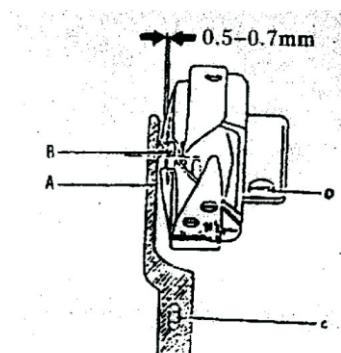

图 5
4、旋梭的装卸与固定，完成以上1、2、3项调整后，应将旋梭可靠固定(见图5)螺钉D，然后装上旋梭定位勾A，旋紧定位勾螺钉C。注意旋梭中心应于机针中心相同，并且应保持间隙(图中黑箭头所标) 0.5-0.7毫米。取下旋梭时，先将机针升到最高位置。卸下针板取出梭心套，旋下定位勾紧定螺钉C，取下定位勾A，放松旋梭紧定螺钉D，即可取下旋梭。安装过程是上述拆卸过程的回复。